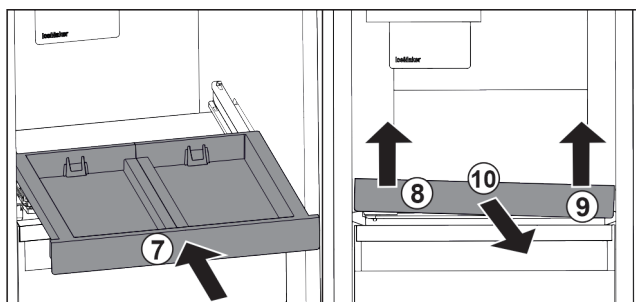

Fig. 193
- ▶ Iebīdiet izvelkamo plauktu. Fig. 193 (7)
- ▶ Paceliet izvelkamo plauktu priekšā kreisajā pusē. Fig. 193 (8)
- ▶ Paceliet izvelkamo plauktu priekšā labajā pusē. Fig. 193 (9)
- ▶ Izņemiet izvelkamo plauktu uz priekšu. Fig. 193 (10)